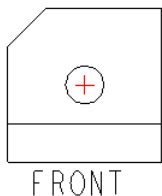

图 9.1.6 视图简化图标
(3) 放置视图。单击 视图符号 区域中的 放置视图... 按钮,在图纸范围内选取合适的位置单击鼠标左键确定,图形区显示图 9.1.6 所示的视图简化图标,然后单击鼠标中键。